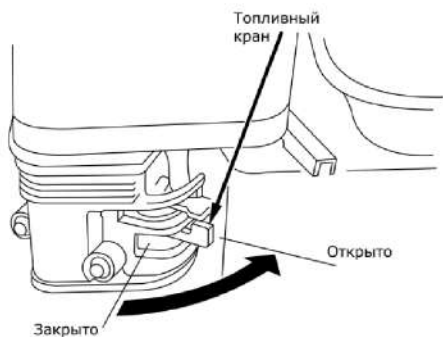

Рис. 7
- Поверните топливный кран в положение «Открыто» (рис. 7);